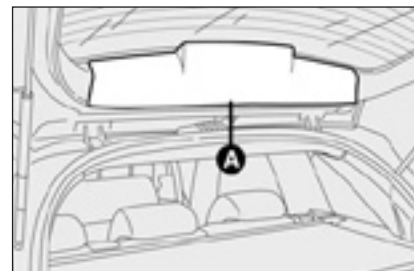

рис. 26
- снимите крышку с обжимкой **A-рис. 26**;